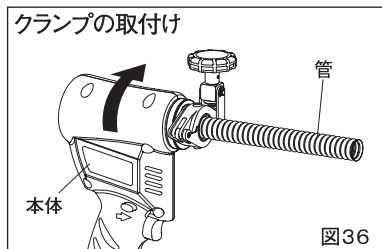

図36
(2) ツバ出し作業 (図36,38)
- ① 管をセットしたクランプに本体を取付けます。クランプのインロー部を本体の取付位置に合わせてセットし本体を図36の矢印の方向に「カチッ」とはめ込んでください。ノッチで固定されます。
- ② 前進後退切り替えボタンを前進側へ押してからスイッチ引金を引くとツバ出し加工が始まります。